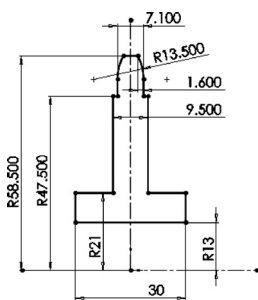

图 3-139 创建草绘图形
STEP 1 新建一“零件”类型的文件后,在“前视基准面”的草绘模式中绘制如图 3-139 所示的草绘图形。